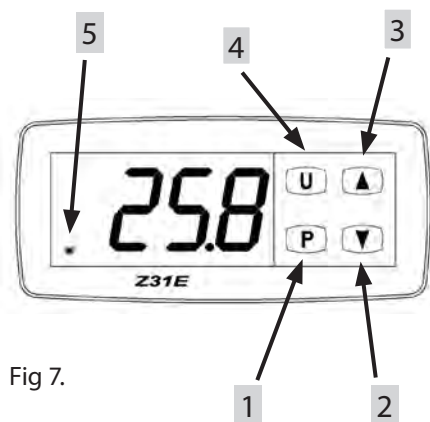

Fig 7.
Om oververhitting van de schakelingen binnen in de verw warmer te voorkomen, veroorzaakt door het veelvuldig aan- en uitschakelen van de verw warmer, is de digitale thermostaat met een tijdvertragingsschakeling uitgerust. Deze zorgt ervoor dat de verw warmer binnen een periode van 2 minuten niet meermaals schakelt. Deze functie wordt aangeduid door het knipperen van het gele lampje (5) op de digitale thermostaat (zie fig.7).